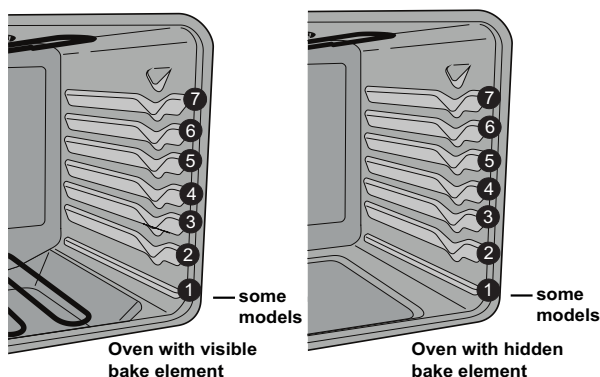

Figure 13 : Emplacement des grilles pour les fours à éléments de cuisson visibles ou dissimulés.
- Pour de meilleurs résultats lors de la cuisson des gâteaux ou des biscuits sur deux grilles, voir à les placer en position 3 et 5 (voir Figure 13).